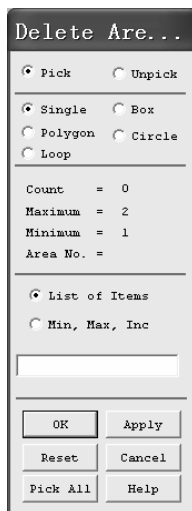
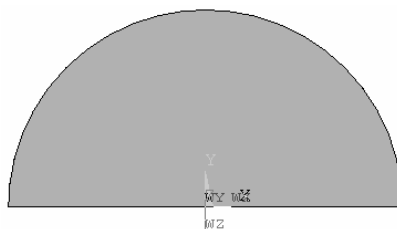

图 2-59 “Delete Are...” 窗口
图 2-60 半个圆
(5) 依次选择 Main Menu>Preprocessor>Delete>Area and Below, 弹出“Delete Are...”窗口 (见图 2-59)。用鼠标左键单击下侧的半个圆, 单击“OK”按钮。视图中只剩下半个圆 (见图 2-60, 注意图中的坐标系)。